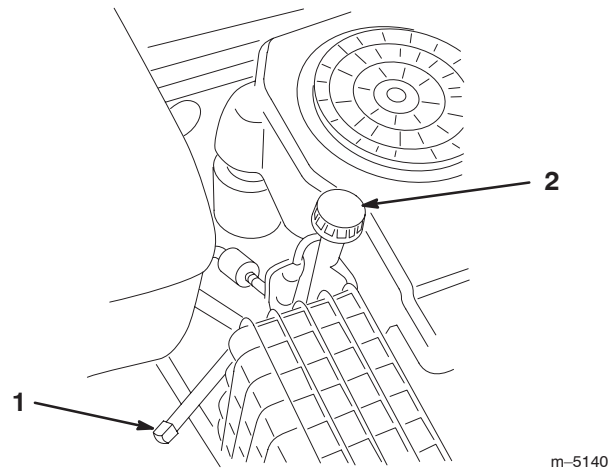

Figure 17
5. Placez un bac de vidange sous l'orifice de vidange. Enlevez le bouchon de vidange (Fig. 17).
7. Nettoyez la surface autour de la jauge d'huile et dévissez le bouchon (Fig. 17).